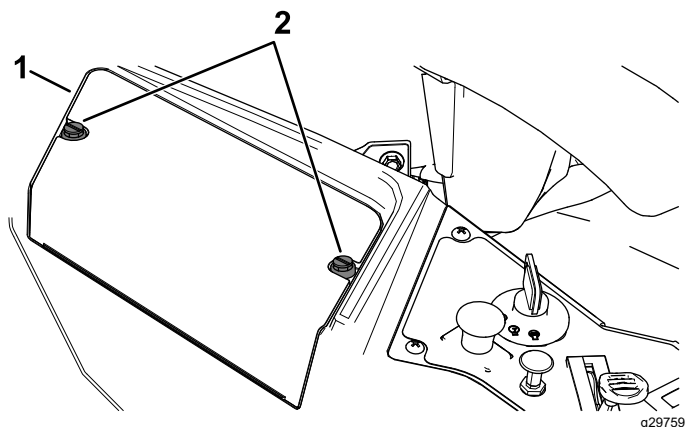

Bild 54
3. Drehen Sie die zwei Befestigungen an der Batterieabdeckung um eine Vierteldrehung nach links, um sie zu lösen, und nehmen Sie dann die Batterieabdeckung ab (Bild 54).
6. Drücken Sie die Batterieabdeckung nach unten, um sie anzubringen, und ziehen Sie die zwei Befestigungen durch Drehen nach rechts an (Bild 54).